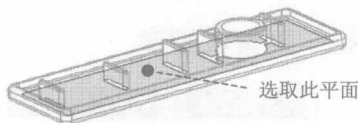

图 1.6 设置修剪平面
(1) 在“阴影曲面”对话框中双击 **Clip Plane (修剪平面)** 元素。
(2) 系统弹出 **ADD RMV REF (加入删除参照)** 菜单, 选择该菜单中的 **Add (添加)** 命令。
(3) 设置修剪平面。在系统 **选取一修剪平面。** 的提示下, 采用列表选取法选取图 1.6 所示的模型内表面为修剪平面。
(4) 在 **ADD RMV REF (加入删除参照)** 菜单中选择 **Done/Return (完成/返回)** 命令。